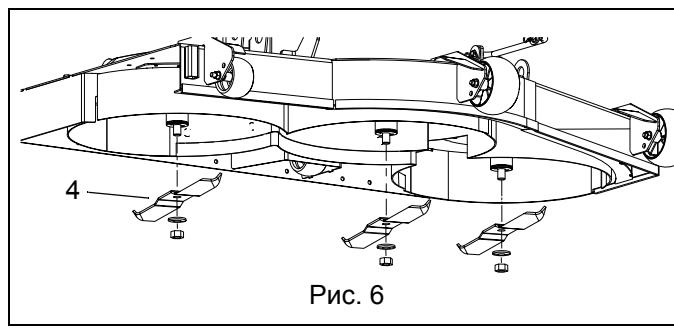

Рис. 6
- Установите ножи для мульчирования (поз. 4), предварительно сняв шайбы и шестигранные гайки. Затяните удерживающие нож гайки с моментом затяжки $136 \text{ Н}\cdot\text{м} - 163 \text{ Н}\cdot\text{м}$ (100 фунтов на фут – 120 фунтов на фут). См. Рис. 6.